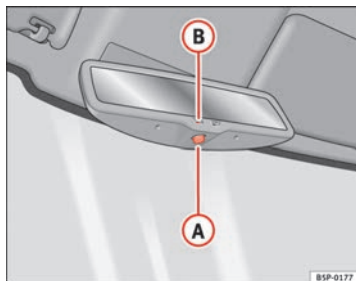

Fig. 69 Specchio retrovisore interno fotocromatico
- Premere il tasto **A** ⇒ fig. 69. La spia **B** si spegne.
- Premere il tasto **A** ⇒ fig. 69. La spia si accende.